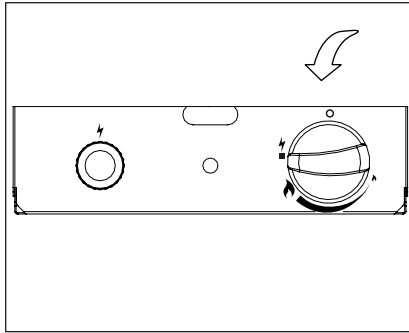

Figura 2
- Presione la perilla de control y gire a la izquierda para “ PILOTO” (⚡) (Figura 2).